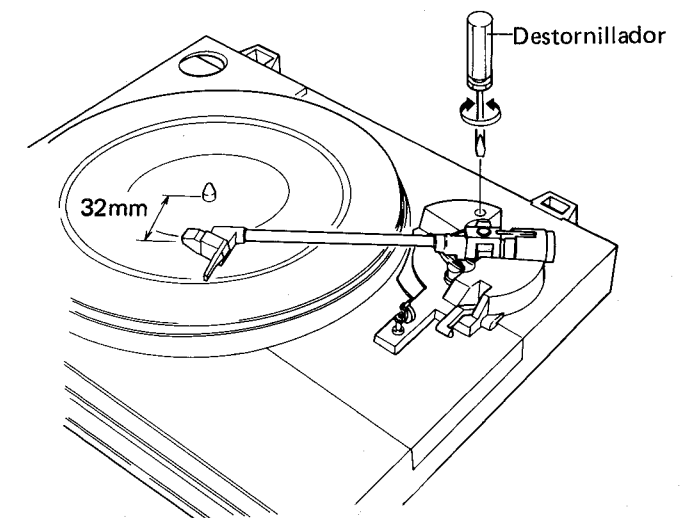

Fig. 10-1 Ajuste de retorno automático
5. Dejar de girar el tornillo de ajuste en el punto en el que haya un espacio de 32mm entre la aguja de la cápsula y el eje central. (Fig. 10-1)